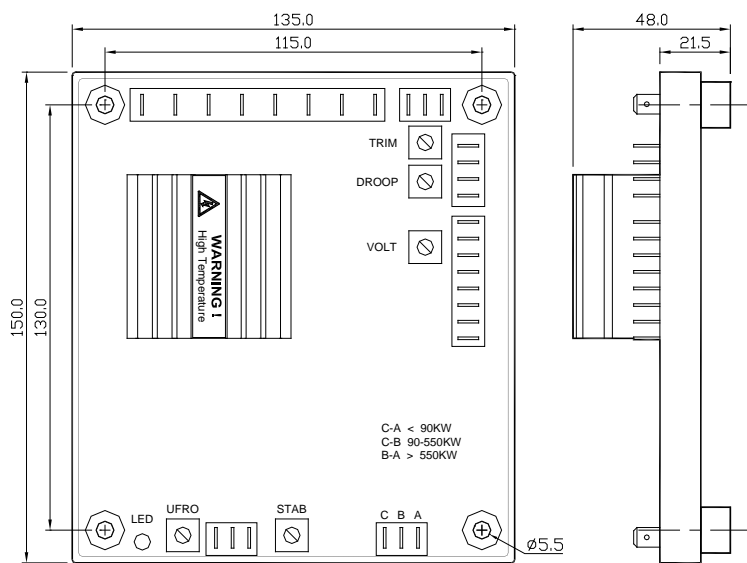

Рис. 1 Эскизный чертёж
1. Регулятор устанавливается на двигатель, генераторную установку, коммутационное оборудование, панель управления или в любое место, обеспечивающее его исправную работу. Параметры см. на Рис. 1